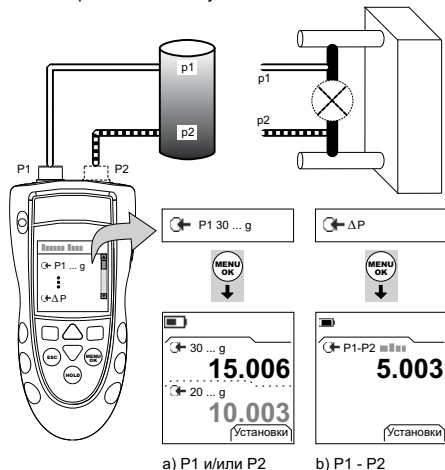

Рисунок 2: Пример конфигурации. Измерение давления
- Подключите прибор (Рисунок 2) и при необходимости отрегулируйте Set Up (Настройка) (Таблица 1).
Примеры на Рисунок 2 показывают:
- Подключите прибор к стандарту давления (Рисунок 2).